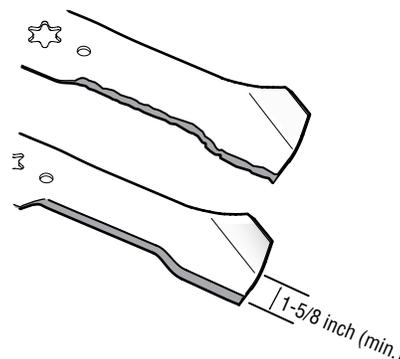

Figura 4-17
**Importante:** Si el borde cortante de la cuchilla ya ha sido afilado hasta 1-5/8" del borde, o si existe una separación de metal, reemplace las cuchillas por otras nuevas. Consulte la Figura 4-17.